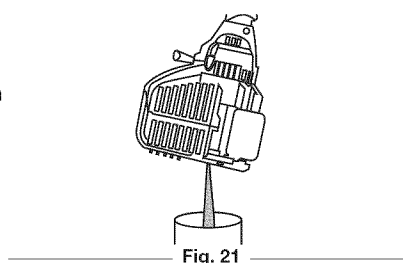

Fig. 21
- Vierta el aceite fuera del orificio de llenado de aceite en un recipiente inclinando la unidad hasta una posición vertical (Fig. 21). Deje suficiente tiempo como para completar el drenaje.